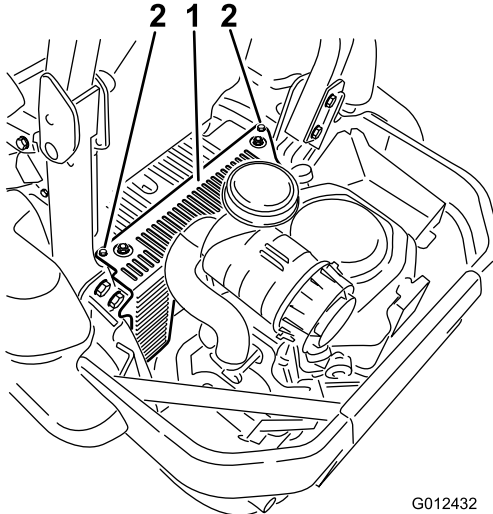

Figura 54
3. Rimuovete la copertura dell'unità idraulica e i relativi 2 bulloni (Figura 54). Questa operazione vi garantisce accesso alla candela anteriore.
Montate la copertura dell'unità idraulica (Figura 54).